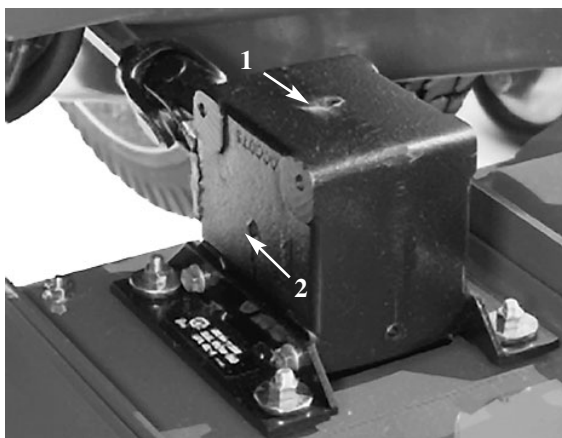

Figure 6
2. Enlever le bouchon de contrôle sur le côté du boîtier d'engrenages et vérifier que le niveau d'huile atteint bien la base du trou (Fig. 6). Si le niveau est bas, enlever le bouchon de remplissage en haut du boîtier et faire l'appoint jusqu'à ce que le niveau atteigne la base du trou latéral.